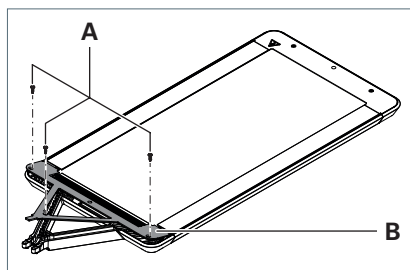

Fig. 1: Rimuovere la copertura.
- ▶ Svitare le viti **A** dalla copertura **B**, vedere Fig. 1.